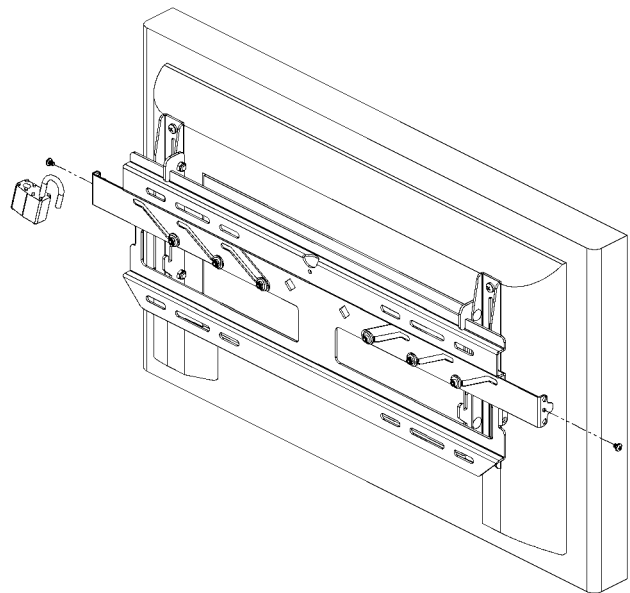

Figura 10. Remova as ferragens de segurança
1. Se for o caso, remova os parafusos autoperfurantes (70) e/ou cadeados de ambos os lados da placa de parede. Essas ferragens proporcionam segurança (consulte a figura 10).